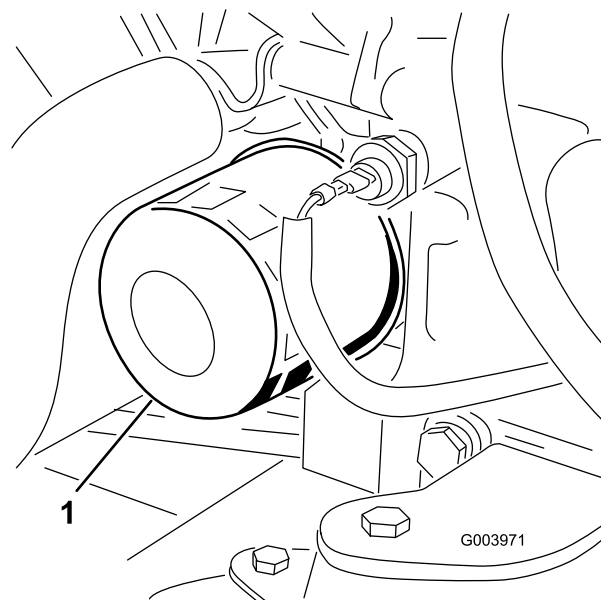

Figura 78
3. Retire el filtro de aceite (Figura 78).